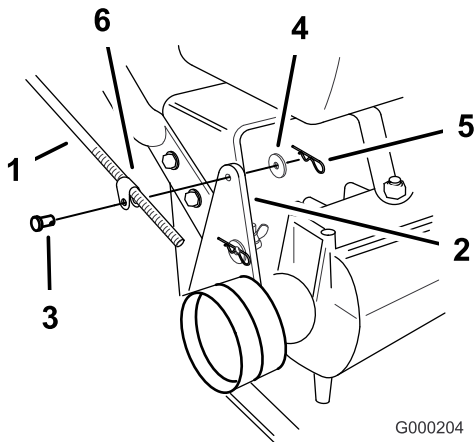

Bild 15
- Entfernen Sie den Splint, die Scheibe und den Lastösenbolzen, mit denen das Schaltstangenanschlussstück an der Spannscheibenhaltung befestigt ist (Bild 15).